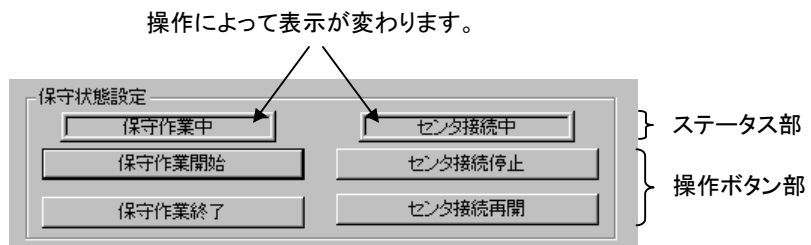

図 5-23 保守状態表示
- 1 運用操作メニューの[保守作業開始]をクリックします(図 5-23)。